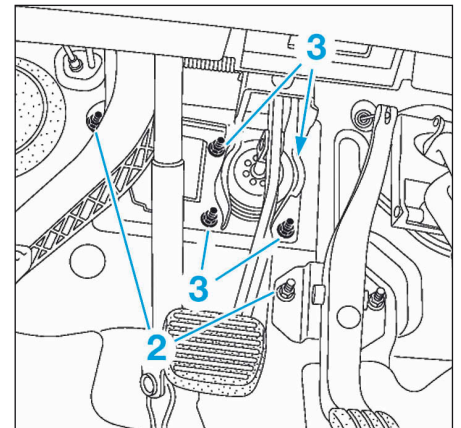

FIG.18
- Déposer les écrous (2) de la mousse isolante puis l'écarter (Fig.18).
- Déposer les écrous (3) du servofrein.